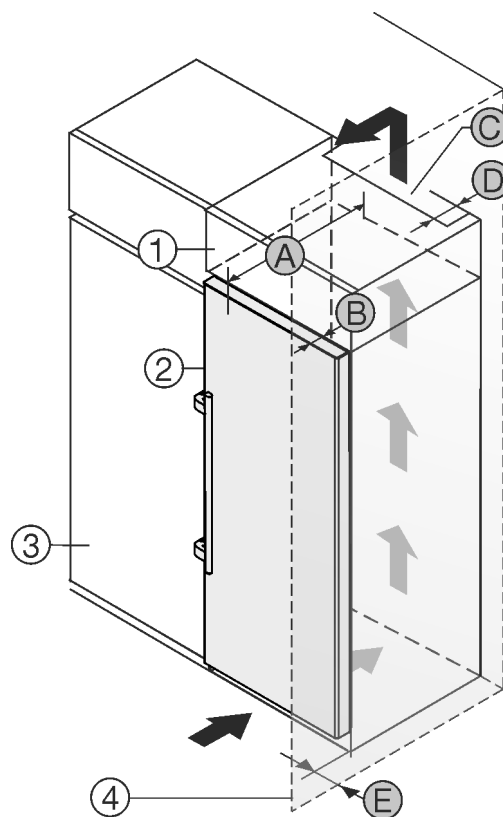

Fig. 24
Přístroj lze zabudovat do kuchyňských skříní. K vyrovnání přístroje *Fig. 24 (2)* na výšku kuchyňské linky lze na přístroj nasadit nástavec *Fig. 24 (1)*.
Přístroj lze instalovat přímo vedle kuchyňské skřínky *Fig. 24 (3)*. Aby bylo možné dvířka plně otevřít, musí přístroj přesahovat o hloubku *Fig. 24 (B)* vůči přední linii kuchyňské skřínky. V závislosti na hloubce kuchyňských linek a použití vymezovačů odstup od stěny může přístroj vyčnívat dále.
- Na zadní straně nastavné skřínky musí být větrací šachta hluboká *Fig. 24 (D)* přes celou šířku nastavné skřínky.
- Pod stropem místnosti musí být dodržen ventilační průřez *Fig. 24 (C)*.
Pokud je přístroj se závěsy instalován vedle stěny *Fig. 24 (4)*, musí být dodržena vzdálenost *Fig. 24 (E)* mezi přístrojem a stěnou. To odpovídá přesahu madla při otevřených dveřích.